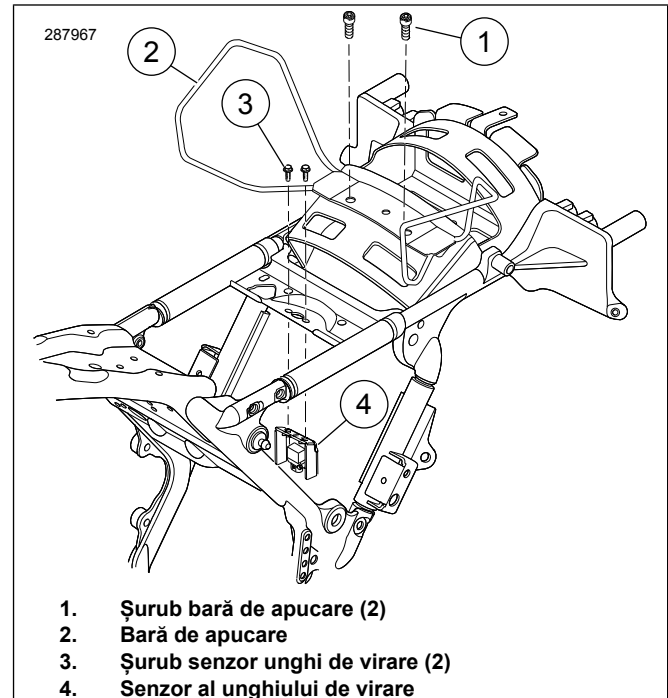

Figura 1. Eliminați șuruburile senzorului de unghi al băncii
5. **Dacă este echipat cu o bară de apucare:** Consultați Figura 1 . Îndepărtați șuruburile barei de apucare (1) și aruncați-le.
7. **Modele 2009-2018:** Scoateți șuruburile (3) care rețin BAS al suportului (4).